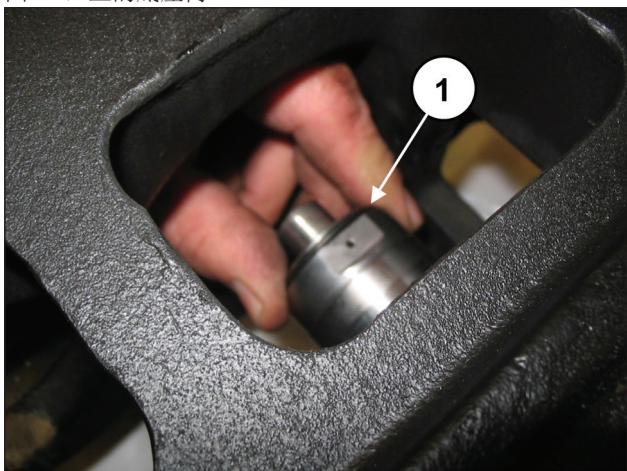
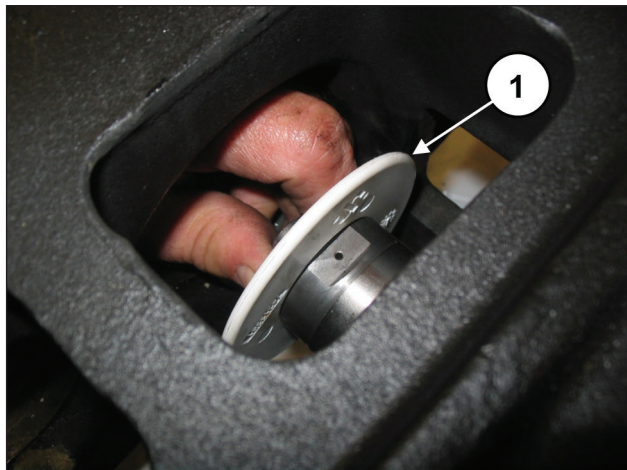

图144
图145
利用扭力扳手调节螺丝, 如第3章所述。将防溅环与O形圈一起放在活塞导承 (部件号①, 图144和图145) 上的底座内。